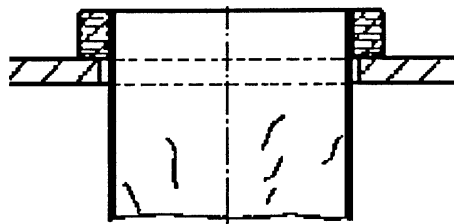

Fig. 4.2
1. Filterschlauch bis zum Ringansatz in den Zwischenboden einlegen (Fig. 4.2).